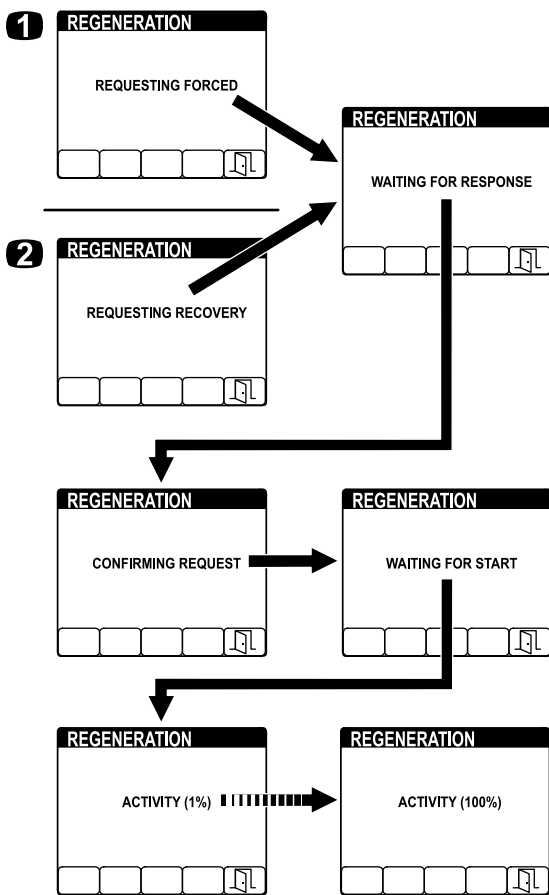

Figura 69
4. O InfoCenter mostra uma série de ecrãs (Figura 69) à medida que decorre a regeneração: